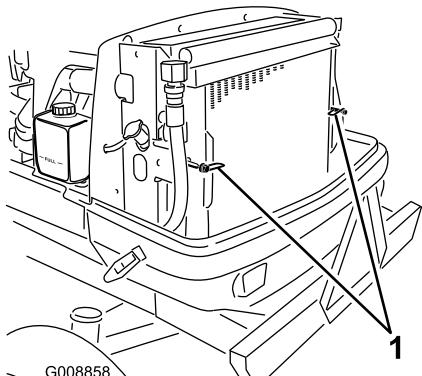

Bild 73
- Drehen Sie die Riegel (Bild 73), mit denen der Ölkühler am Rahmen befestigt ist.